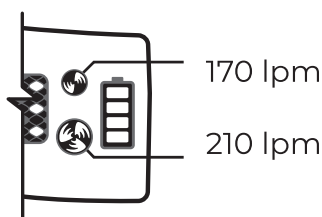

fig.11a
- Twee indicatielampjes op het display (zie fig. 11a): Lage snelheid - 170 lpm; Hoge snelheid - 210 lpm.